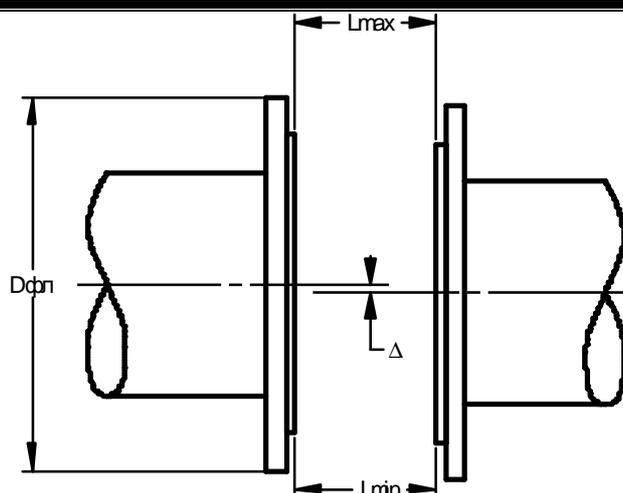

Рис. 3 Допустимые отклонения расположения фланцев трубопровода
2.2.2.3. Фланцы трубопроводов при монтаже первичного преобразователя должны быть соосны (отклонение осей Δ не более $10^{-2} \cdot D_y$) и плоскопараллельны друг другу (см. Рис.3), при этом максимально допустимое отклонение фланцев от параллельности не должно превышать: